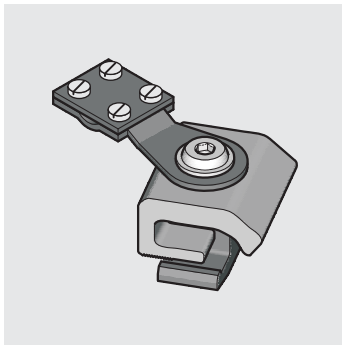

Figura 3-33 Chapa de apriete con borne de compensación potencial
1. Soltar los tornillos ranurados de los bornes de la conexión equipotencial (figura 3-33).